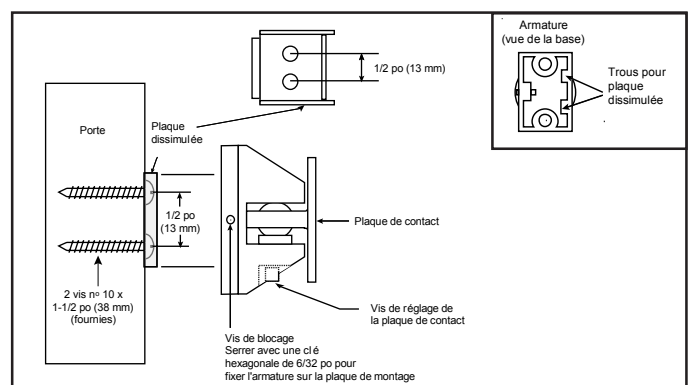

Figure 6. Fixation avec plaque dissimulée
- Montage avec plaque dissimulée (Fig. 6).** Marquez deux points, pour des trous de 1/8 po, à une distance de 1/2 po l'un de l'autre et centrés par rapport aux points marqués à l'étape 3. Marquez ces nouveaux points au pointeau et percez dans chacun un trou de 1/8 po de diamètre sur 1-1/4 po de profondeur. Fixez la plaque dissimulée au moyen des deux vis n° 10 x 1-1/2 po fournies.
Alignez les trous pour la plaque dissimulée dans la base de l'armature avec les tiges de la plaque de montage. La vis de réglage de la plaque de contact étant vers le bas comme le montre la Figure 6, fixez l'armature à la porte en serrant la vis de blocage.